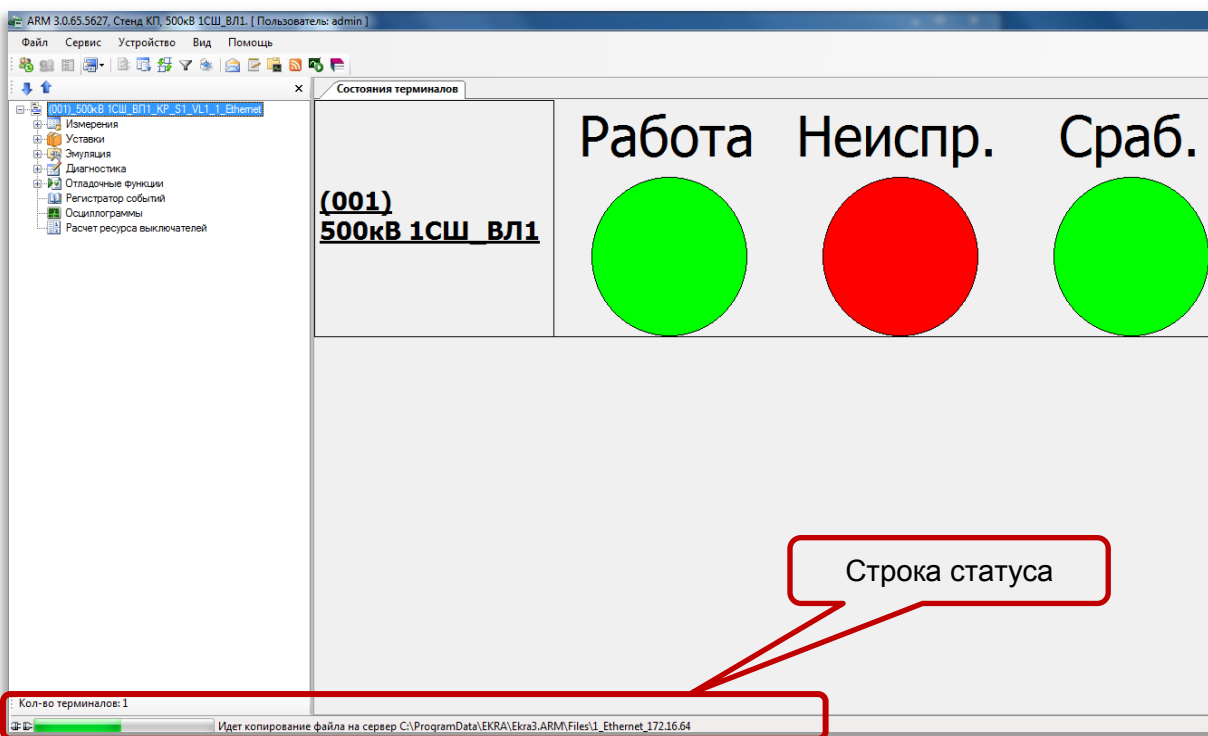

Рисунок 17 – Процесс копирования файла
5.4 Убедиться, что процесс загрузки запущен. Процесс контролируется в строке статуса (см. рисунок 17).